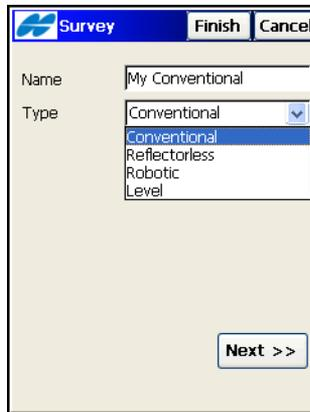

Abbildung 4-68. Aufnahme
2. Geben Sie im Fenster **Aufnahme** einen Namen für die Konfiguration ein, wählen Sie den Typ und tippen Sie auf **Weiter** (Abbildung 4-68 auf Seite 4-57).